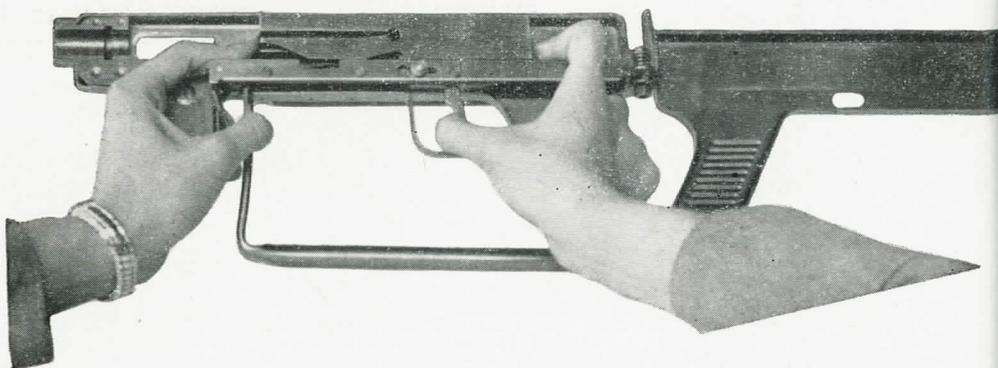

Fig. 2 — Retirar a culatra.
- 8 — Retirar a *culatra* (p. 42), como indica a fig. 2, à página 24, isto é: acionando o *gatilho* (p. 30) e a *alavanca-de-segurança* (p. 35) com os dois polegares, e com os indicadores e médios das duas mãos procurando a posição em que ela sai mais facilmente.